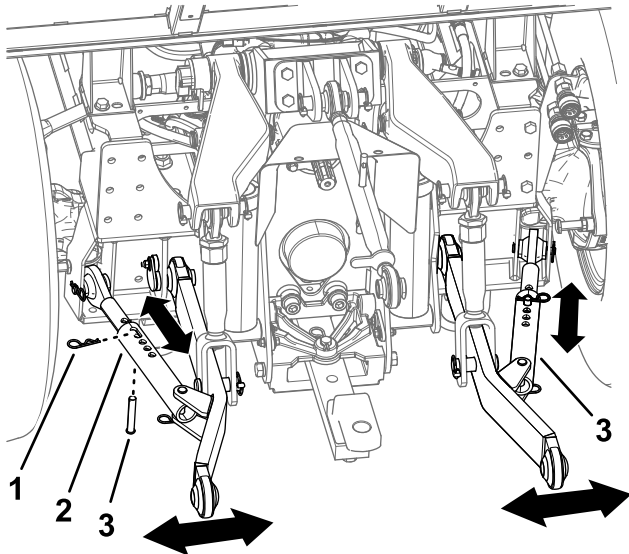

Figura 25
1. Retire o pino e contrapino de cada articulação de controlo de oscilação (Figura 25).
2. Ajuste a articulação de controlo de oscilação para dentro ou para fora até que o acessório fique nivelado (Figura 25).
3. Após o ajuste, prenda a articulação de controlo de oscilação com o contrapino e pino (Figura 25).